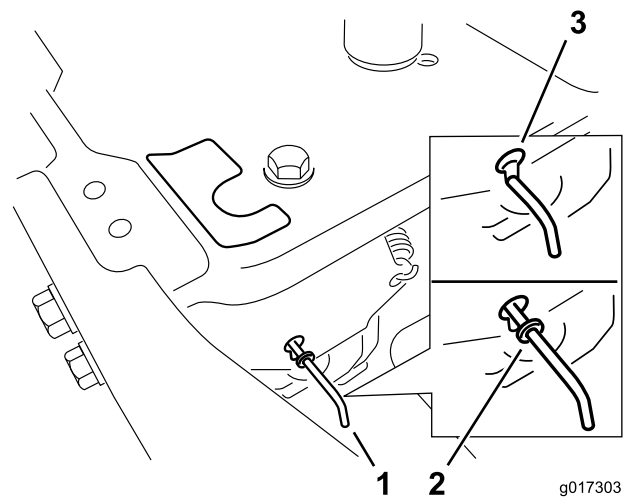

Figura 23
4. Mova as alavancas de derivação para a frente através do orifício da chave e para baixo para as bloquear no lugar, como se mostra em Figura 23. Certifique-se de que isto é feito para cada alavanca.
Mova as alavancas de derivação para trás através do orifício da chave e para baixo para as bloquear no lugar, como se mostra em Figura 23. Certifique-se de que isto é feito para cada alavanca.